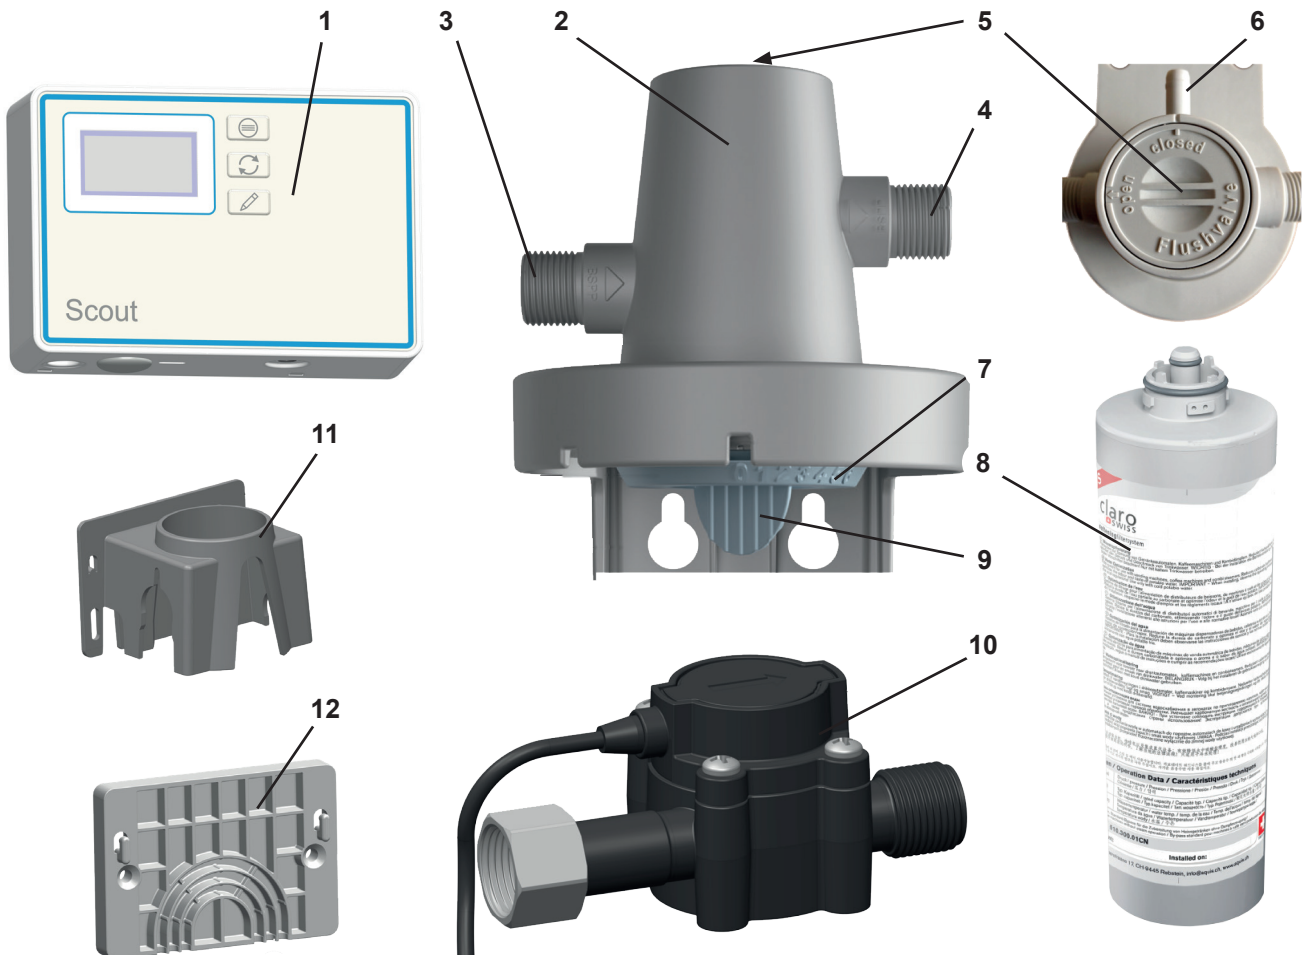

Fig. 1
- 1 caudalímetro POWER steamer water softener (n.º 1, 10, 11, 12, Fig. 1)
⇒ Enrosque un adaptador 3/4" - 3/8" en la toma de la unidad sensora (10, Fig. 1).